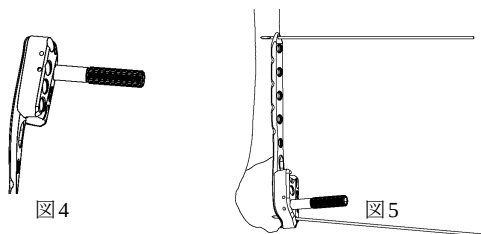

図4
- プレートの遠位部にガイドブロックを設置し、ガイドブロックスリーブでプレートに固定します。（図4）